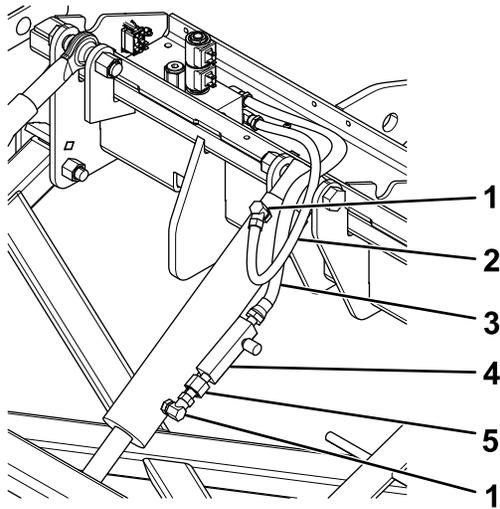

Figura 10
3. Enrute las mangueras hacia el cilindro de elevación (Figura 10).
4. Conecte los acoplamientos de 90° al cilindro de elevación como se muestra en la Figura 10.
5. Conecte la válvula de control de flujo al acoplamiento de 90° de la parte inferior del cilindro de elevación usando el acoplamiento (Figura 10).
Nota: Asegúrese de que el pomo de ajuste de la válvula está orientado hacia el acoplamiento, como se muestra en la Figura 10.
6. Sujete la manguera corta al acoplamiento superior del cilindro de elevación (Figura 10).
7. Sujete la manguera larga a la válvula de control de flujo (Figura 10).